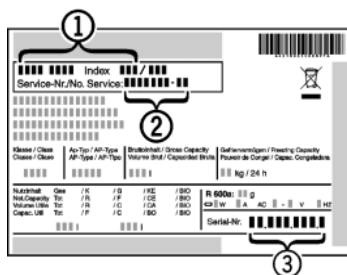

Fig. 6
- ▶ Leggere la denominazione dell'apparecchio Fig. 6 (1), il n° assistenza Fig. 6 (2) e il n° di serie Fig. 6 (3) sulla targhetta identificativa. La targhetta identificativa è situata all'interno dell'apparecchio, sul lato sinistro.
- ▶ Informare il servizio di assistenza e comunicare il difetto, la denominazione dell'apparecchio Fig. 6 (1), il n° assistenza Fig. 6 (2) e il n° di serie Fig. 6 (3).